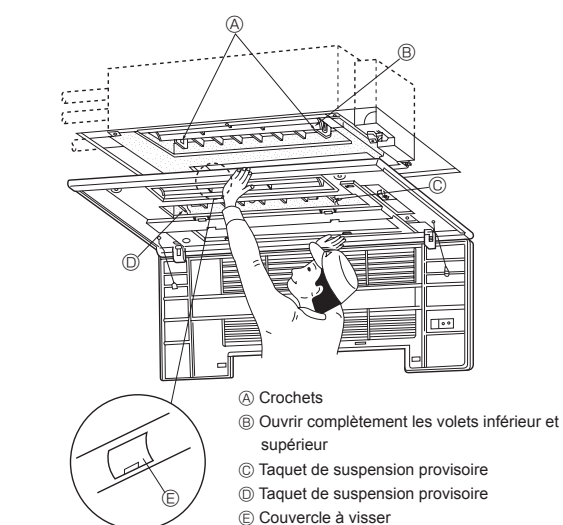
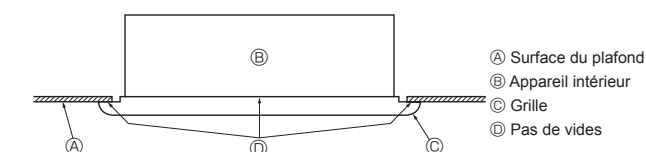

Fig. 7-3
Fig. 7-4
- Accrocher les taquets de suspension provisoire de la face avant aux crochets de l'appareil intérieur. (voir Fig. 7-3)
- Régler la face avant de sorte qu'elle s'insère correctement dans l'angle entre le plafond et le mur et attacher les boulons de fixation ② (fournis avec la grille) aux quatre emplacements prévus à gauche et à droite, en les laissant légèrement desserrés.
- Serrer ensuite les boulons de fixation ② et les vis de fixation ③ aux trois emplacements centraux.
- Serrer finalement les boulons de fixation ② aux quatre emplacements à gauche et à droite.
- A ce stade, vérifier qu'il n'y a pas de vide entre l'appareil intérieur et la face avant ainsi qu'entre la face avant et la surface du plafond. Si des vides subsistent, l'air risque de s'infiltrer par ceux-ci et de provoquer la chute de gouttes d'eau. (voir Fig. 7-4)
* Serrer complètement les boulons ② et les vis de fixation ③.
7.4. Vérifications après l'installation (Fig. 7-4)